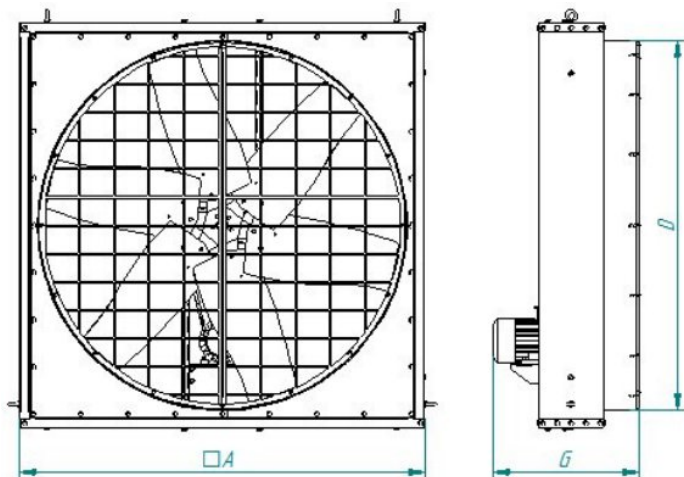

Рис. 1. Габаритные и присоединительные размеры вентиляторов PVO(B)
1.3.2. Устройство вентиляторов, габаритные, присоединительные и установочные размеры вентиляторов указаны на рис. 1, табл. 1.